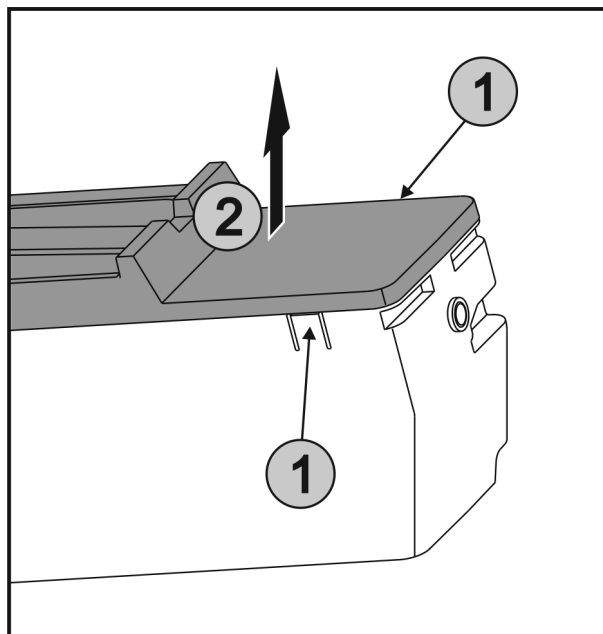

Fig. 47
- ▶ Stlačte západky Fig. 47 (1) na obou stranách EasyTwist-Ice současně a sejměte kryt Fig. 47 (2) směrem nahoru.